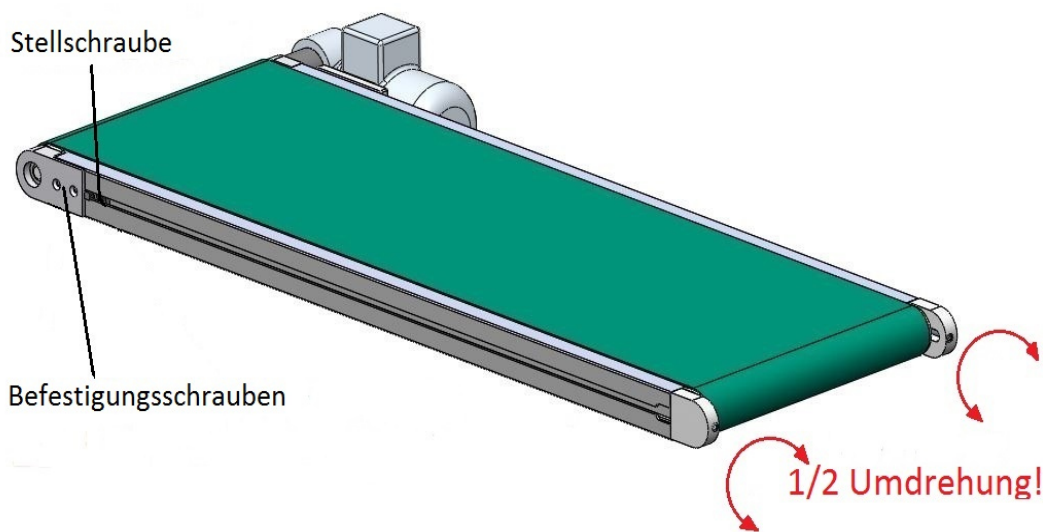

Bild 4
9. Die Feinjustierung des Gurtlaufes an der Umlenkseite erreicht man auf einfache Weise, indem die Spannschrauben an der Umlenkwalze während des Laufens des Gurtsförderers rechts bzw. links mit z.B. halben Umdrehungen gedreht werden (Bild 4). Wenn der Gurt zu einer Seite abläuft, muss die Spannschraube an dieser Seite angezogen werden.